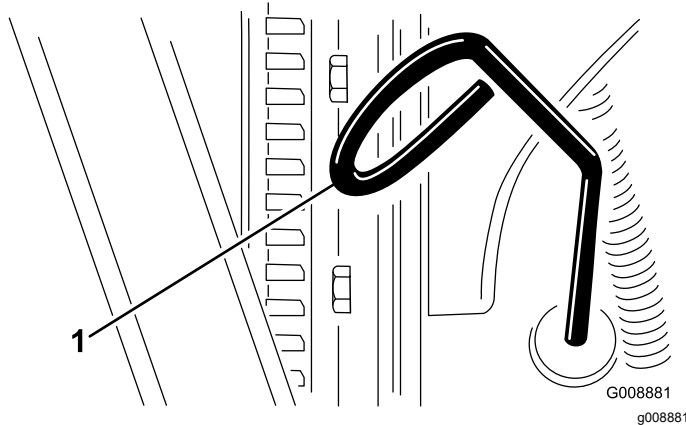

Figure 54
3. Sortez la jauge, essuyez-la sur un chiffon propre, replacez-la dans le goulot de remplissage, puis ressortez-la. Le niveau d'huile doit se situer entre les repères MINIMUM et MAXIMUM (Figure 54).
4. Si le niveau d'huile est trop bas, retirez le bouchon de remplissage et faites l'appoint d'huile jusqu'à ce que le niveau se situe entre les repères MINIMUM et MAXIMUM (Figure 54).